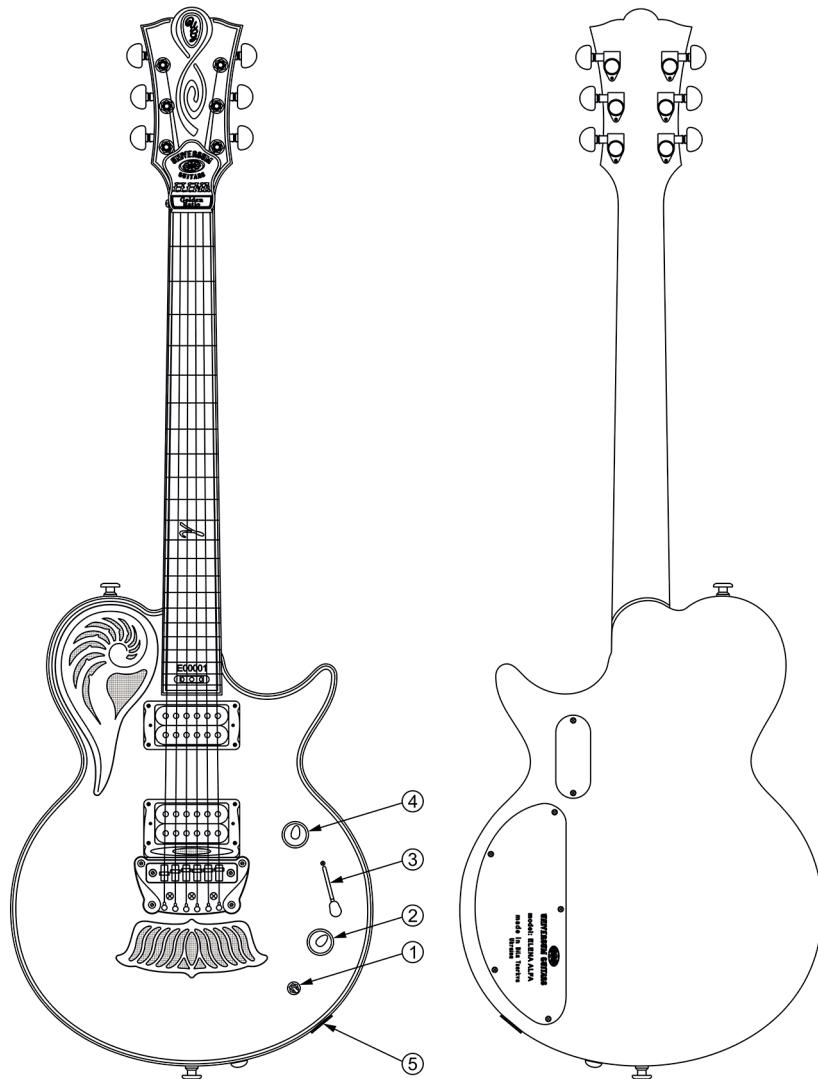

Рис. 19
- Выходной разъем - электромагнитный (Рис.19 поз.5).
- Элемент питания – 1шт. (Рис.19 поз.6).
- 1) Ручка двухпозиционного мини-выключателя (Рис.19 поз.1) автономной мониторной системы “UNIVERSUM MS” (системы автономного звучания цельнокорпусной электрогитары).
- 2) Ручка потенциометра регулировки тона (Рис.19 поз.2) с двухпозиционным переключателем типа “Push-Pull”. Переключатель отсекает по одной катушке в каждом электромагнитном звукоснимателе.
- 3) Ручка трехпозиционного переключателя-селектора (Рис.19 поз.3): переключает комбинации коммутирования электромагнитных звукоснимателей.
- 4) Ручка потенциометра регулировки громкости электрогитары (Рис.19 поз.4).